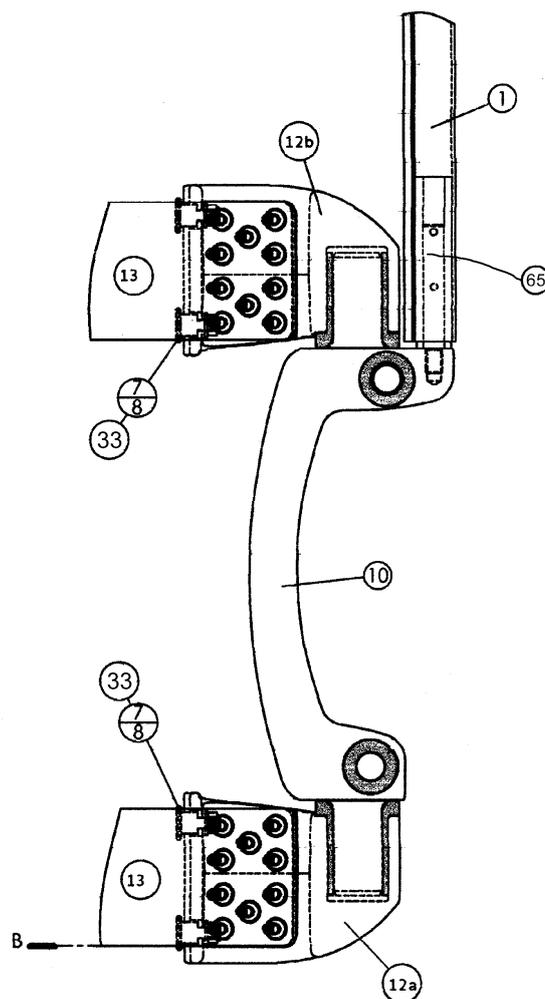

Fig.4
III 3 f - Insérer le cardan support de bôme (10) dans le vit de mulet (12a), et emboîter le second vit de mulet (12b) par dessus et le fixer au mât en reprenant les même opérations que précédemment (§ III 3 a). Voir fig.4.
III 4 g - Enfiler à fond l'extrémité inférieure du profil de 0.60 m (1) dans l'éclisse rainurée (65) de l'articulation de vit-de-mulet (10). Fig. 4 ci-dessous.